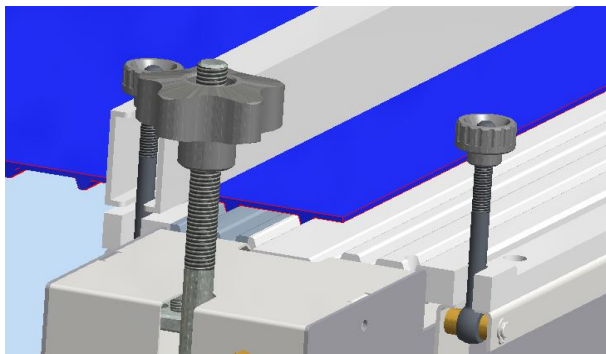

FIG 5
- Deporre la prima estremità del nastro Cleandrive™ sul piano di saldatura, inserendo i denti nelle corrispondenti sedi (Fig. 5). Fissare il nastro in posizione tramite il pressore bloccaggio, serrando i due pomelli.